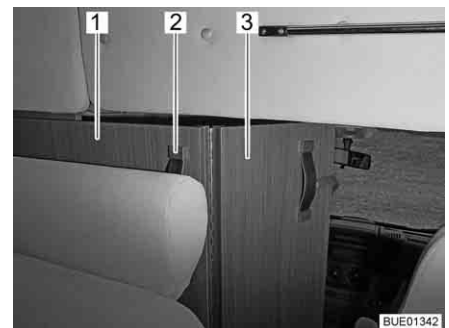

Bild 57 Skiljeplatta till förarhytt
- Ta tag i hållbandet (Bild 57,2) på skiljeplattan till förarhytten (Bild 57,1) och dra inåt tills kanten på skiljeplattan till förarhytten är ungefär i höjd med sittbänkens ryggstöd (Bild 57).
- Fäll ut den fällbara delen av skiljeplattan till förarhytten (Bild 57,3) mellan sätena i förarhytten.